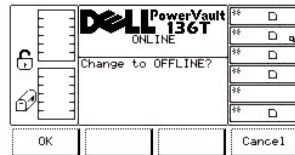

Figure 3. Dialogue Offline Confirmation
- 1 Si la touche de fonction **Change** est enfoncée, la Figure 3 s'affiche.